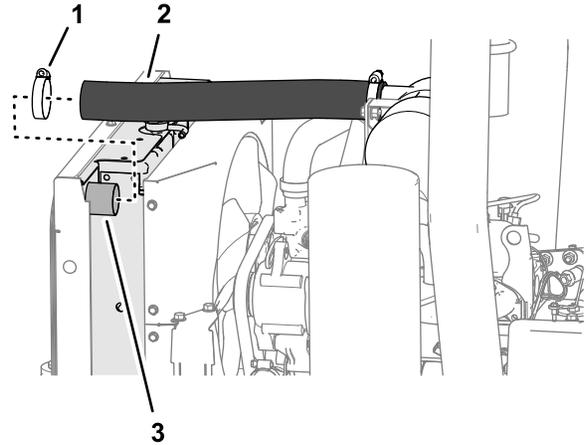

Figura 16
3. Retire a braçadeira de tubos que prende o tubo de entrada de ar à saída no suporte superior do radiador (Figura 16).